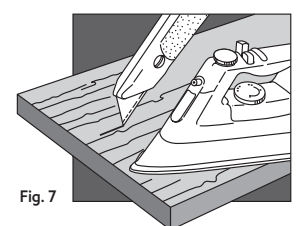

Fig. 7
**Blaasjes:** dit komt voor wanneer er ofwel niet genoeg lijm op het oppervlak werd aangebracht ofwel het fineer op die plaats niet voldoende is aangedrukt. In het laatste geval zullen bij het doormidden snijden van zo'n blaas de lijmnaden nog zichtbaar zijn. Met het gebruik van een strijkijzer zal de lijm te reactiveren zijn, waardoor het mogelijk is om de blaas of de fineerplooi weg te werken op voorwaarde dat er tussen de drager en de Decoflex genoeg lijm werd aangebracht. Let wel dat u het verwarmde strijkijzer op het fineer (liefst met een stuk kraftpapier of katoen ertussen) in beweging houdt, anders bestaat het risico dat het fineer door oververhitting verkleurt. (Fig. 7)